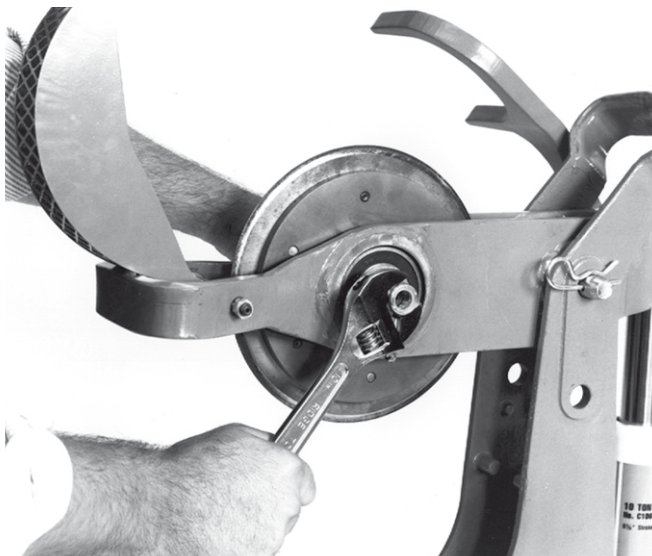

Рис. 11 – Отворачивание контргайки
- б. Найдите контргайку на противоположной стороне квадратного хвостовика (рис. 11). С помощью раздвижного ключа или ключа на $\frac{15}{16}$ " отверните и снимите гайку. Снимите шайбу.